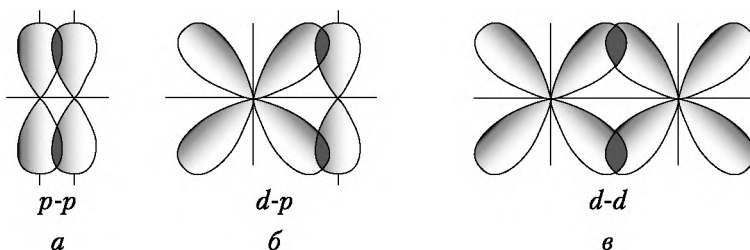

Рис. 4.4. Перекрывание атомных орбиталей при образовании  $\pi$ -связей
**$\pi$ -Связь** (греч. пи) может образовываться при перекрывании двух  $p$ - (рис. 4.4, а),  $p$ - и  $d$ - (рис. 4.4, б), двух  $d$ - $d$  (рис. 4.4, в). Связь, образованная перекрыванием  $d$ -орбиталей всеми четырьмя лепестками, названа  **$\delta$ -связью** (греч. дельта).